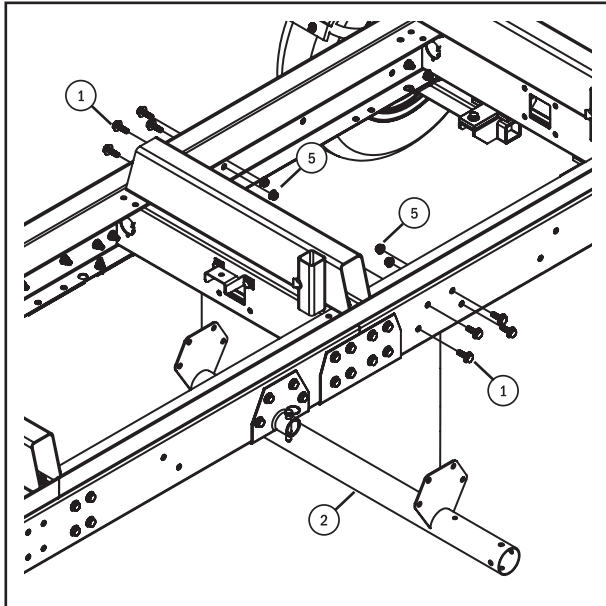

Fig. 1
Étape 5 : Installez le tube de montage horizontal sur la remorque. Installez le tube de montage horizontal (2) sur la remorque, comme illustré sur la fig. 1, à l'aide de huit boulons à embase M10 x 30 (1) et d'écrous à embase autobloquants M10 (5). Serrez ces dispositifs de fixation entre 43 et 50 Nm (32 et 37 lb-pi).